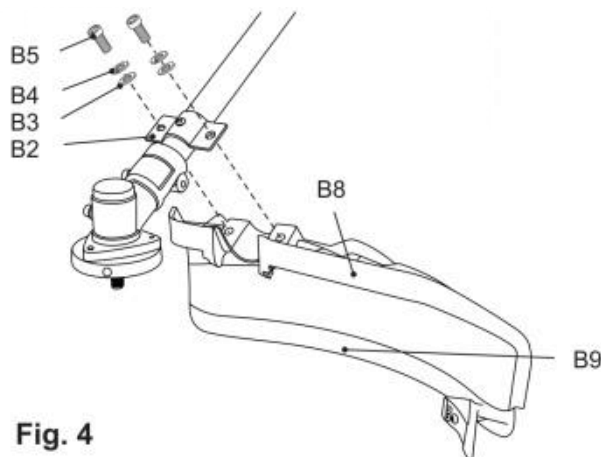

Fig. 4
21) Zabezpiecz połączenie śrubami (B5) , podkładkami sprężystymi rs((B4)) i podkładkami (B3)) za pomocą narzędzia (E4) .(Rys.4).